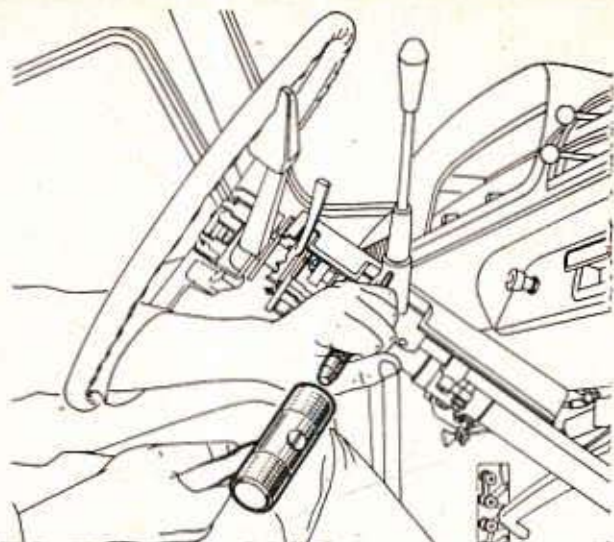

Fig. 58. — Sortie de l'axe d'articulation du levier
- Enlever l'axe à l'aide d'un chasse-goupille de diamètre 6 mm (fig. 58).